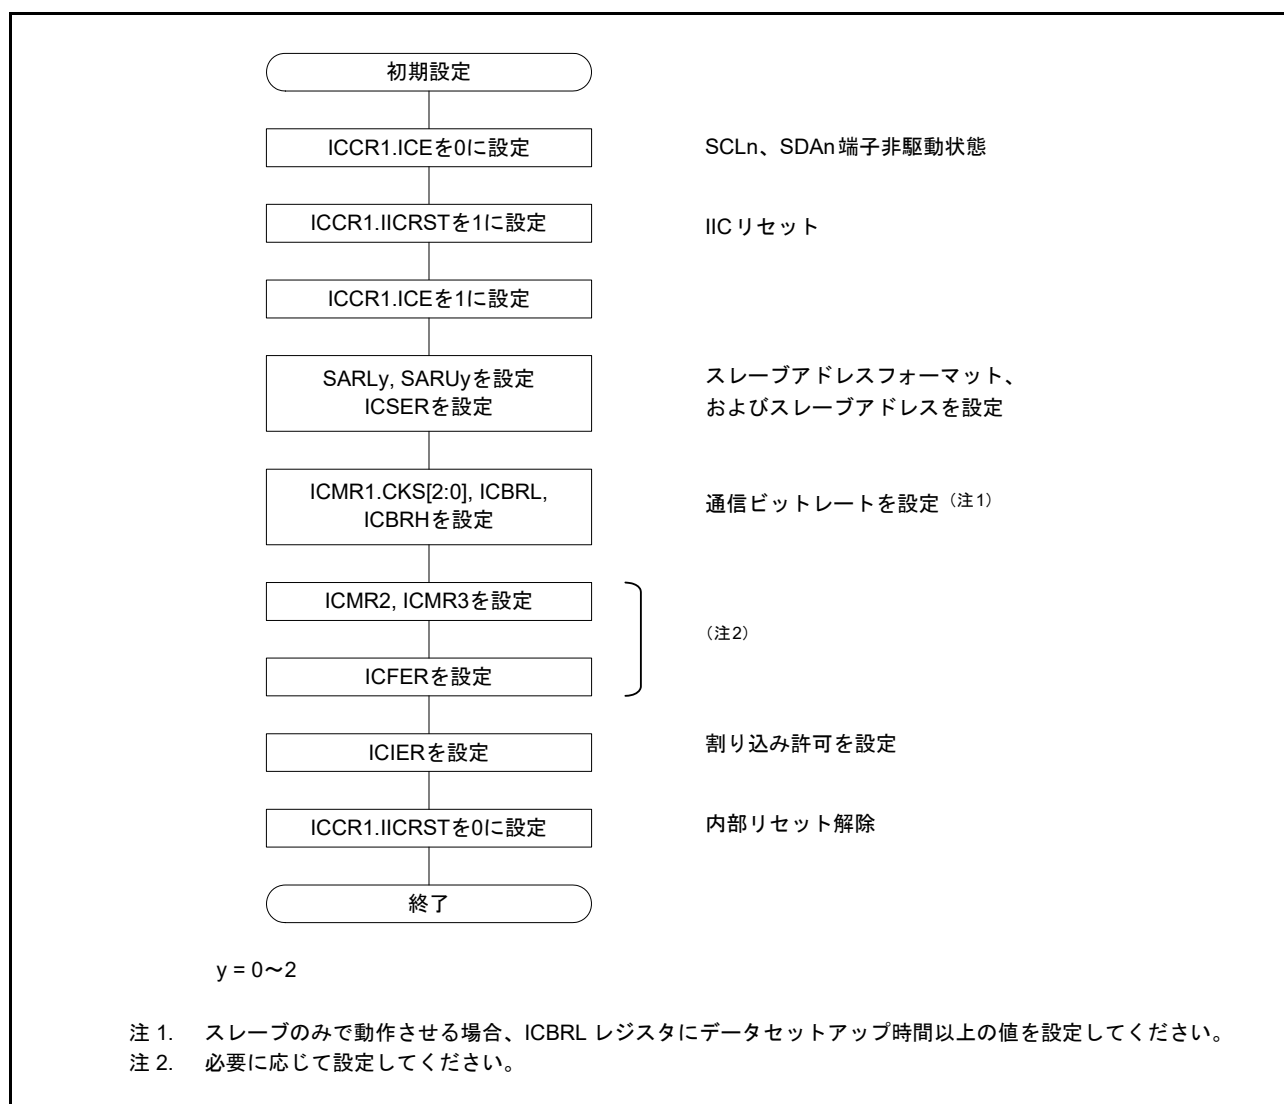

図 28.5 IIC の初期化フローチャート例
データの送受信を開始する場合、図 28.5 に示す手順に従って IIC を初期化してください。
4. SARL_y、SARU_y、ICSER、ICMR1、ICBRH、ICBRL の各レジスタ ($y=0\sim 2$) を設定し、その他のレジスタを必要に応じて設定します。IIC の初期設定については、図 28.5 を参照してください。